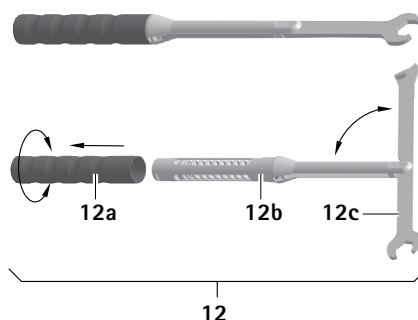

Fig. 3
- Spingere l'impugnatura **12a** in direzione contraria alla freccia e avvitare, vedere Fig. 3.